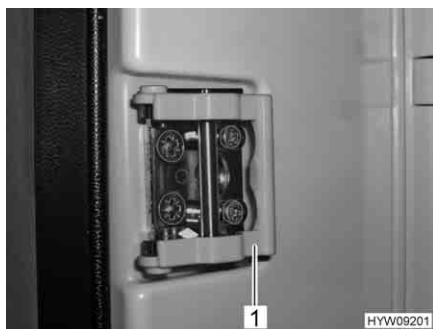
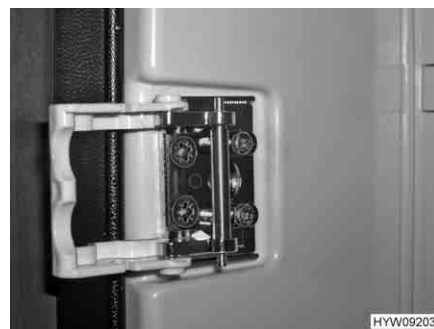

Fig. 149 Dispositivo di chiusura (alternativa) in posizione normale
Fig. 150 Dispositivo di chiusura (alternativa) in posizione di ricircolo d'aria
- Ruotare la staffa (Fig. 147,1 o Fig. 149,1) in avanti (Fig. 148 o Fig. 150).
A seconda del modello, il frigorifero può essere dotato anche di un dispositivo di chiusura, come quello illustrato in Fig. 149 e Fig. 150.